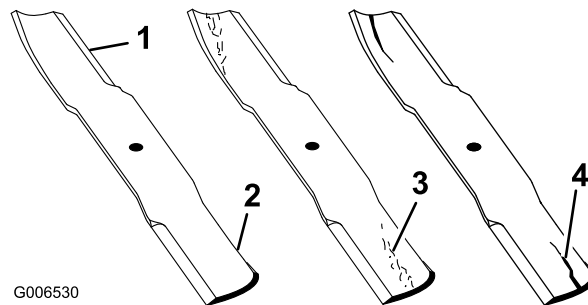

Figura 47
1. Inspeccione los filos de corte (Figura 47). Si los bordes no están afilados o tienen muescas, retire las cuchillas y afílelas. Consulte Afilado de las cuchillas.
2. Inspeccione las cuchillas, especialmente la parte curva (Figura 47). Si observa daños, desgaste o la formación de una ranura en esta zona (elemento 3 en la Figura 47), instale de inmediato una cuchilla nueva.